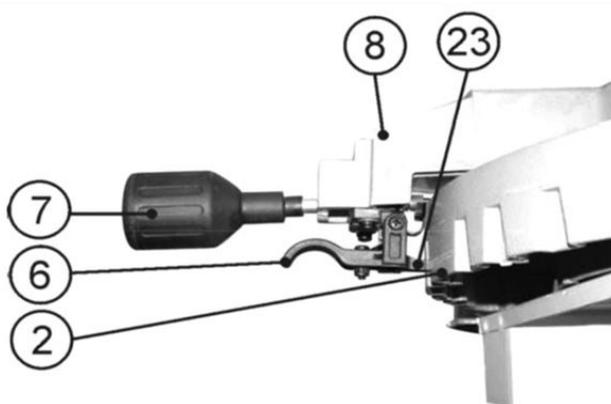

Рис. 2
Установка и снятие пильного диска (Рис.2,7)
- Переведите защитный кожух (11) в верхнее положение так, чтобы открыть полный доступ к пильному диску (См. Рис.2).
- Выкрутите установочный винт (35) и опустите вниз рычаг (37).
- Для выполнения косого пиления необходимо ослабить винт фиксации поворотного стола (7), повернуть поворотный стол (5) (См. Рис.1), до нужного угла за рукоятку винта фиксации поворотного стола (7) и зафиксировать данное положение винтом фиксации поворотного стола (7), Рис. 2. При длительной работе с одним заданным углом периодически проверяйте точность установки, так как винт фиксации поворотного стола (7) может ослабнуть.